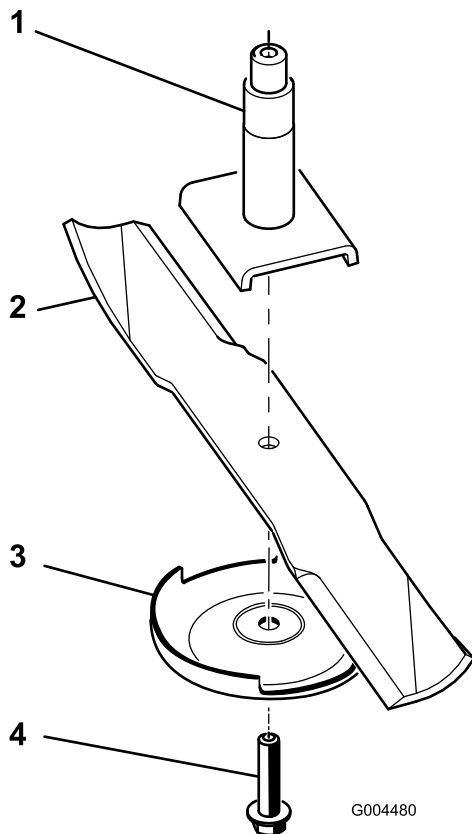

Figura 68
2. Rode o parafuso da lâmina no sentido dos ponteiros do relógio para retirar o parafuso (Figura 68).
3. Retire a placa antidano e a lâmina do eixo (Figura 68).